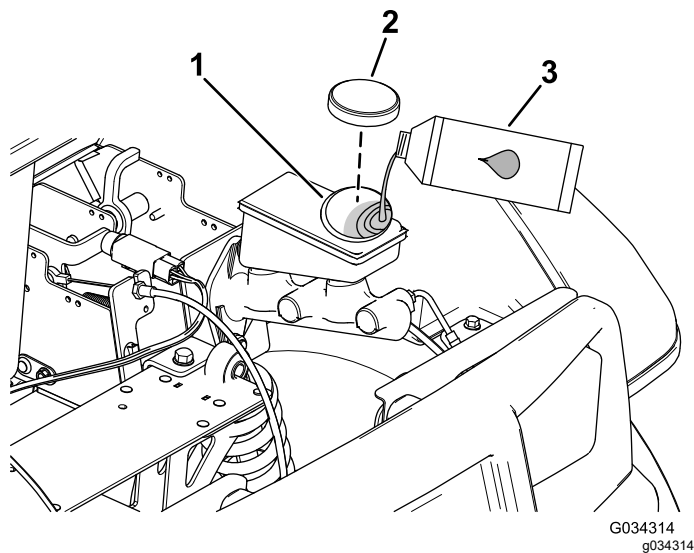

Figure 66
4. Soulevez le capot pour accéder au maître-cylindre de frein et au réservoir (Figure 66).
- A. Nettoyez la surface autour du bouchon du réservoir et enlevez le bouchon (Figure 66).
- C. Remettez le bouchon du réservoir (Figure 66).